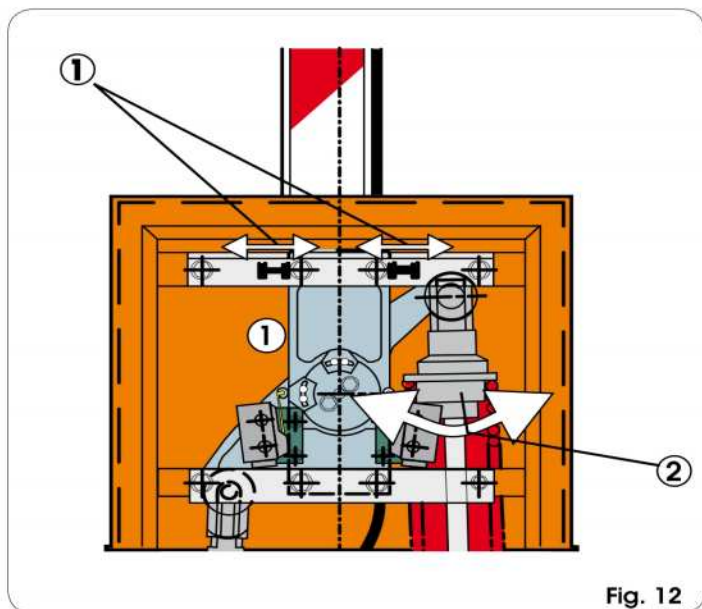

Fig. 12
- 5) Regule los bloqueos mecánicos de final de carrera de apertura y de cierre como se indica en la fig. 12, ref. ①, y compruebe el equilibrado de la barra, siguiendo para ello las indicaciones del párrafo 4.4.
- 2) Si la barrera tiende a cerrarse, gire la tuerca de precarga del muelle (Fig.12 ref. ②) en sentido horario, y si tiende a abrirse gire dicha tuerca en sentido antihorario.